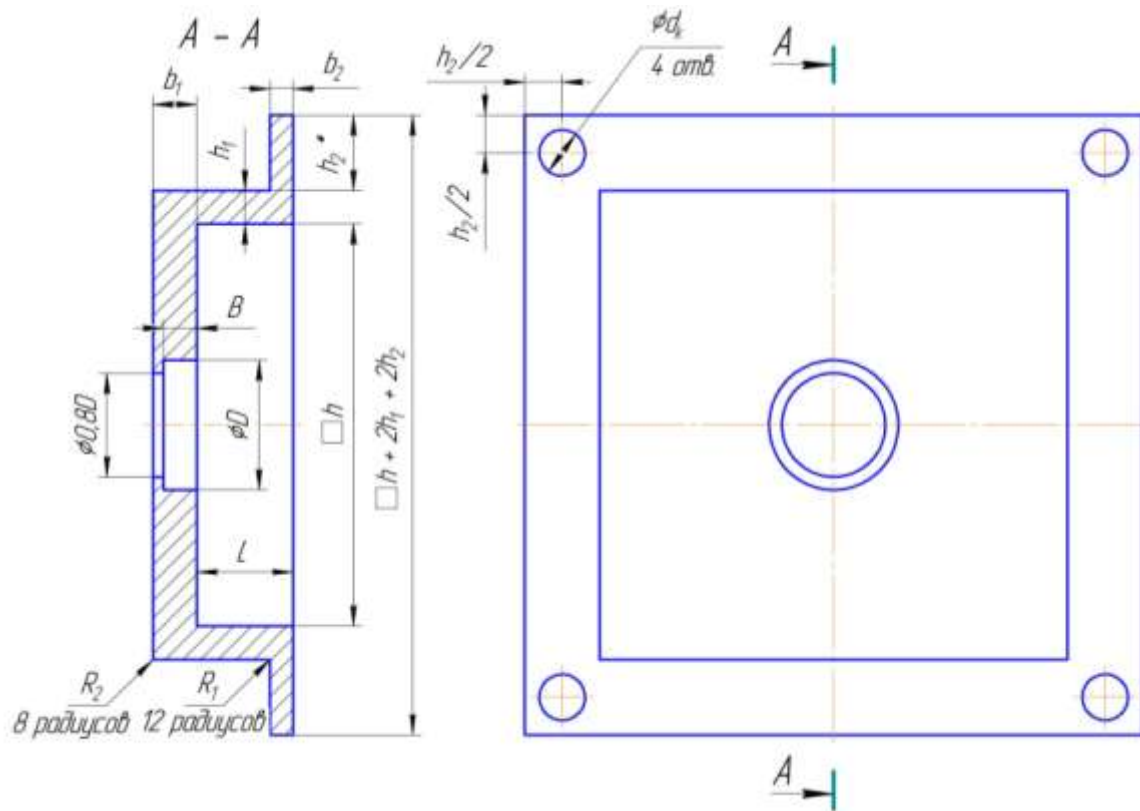

Рис. 4 Схема корпуса
3. Построить трехмерную модель корпуса в соответствии со схемой рис. 4.